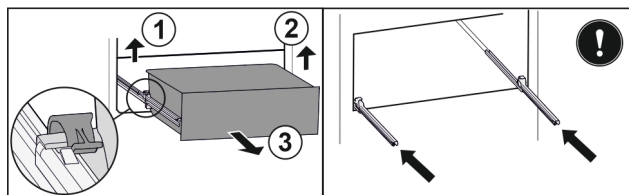

Fig. 102
- ▶ Podnieść lewy zacisk i wysunąć jednocześnie szufladę po lewej do przodu. Fig. 102 (1)
- ▶ Podnieść prawy zacisk i wysunąć jednocześnie szufladę po prawej do przodu. Fig. 102 (2)
- ▶ Wyjąć szufladę do przodu. Fig. 102 (3)